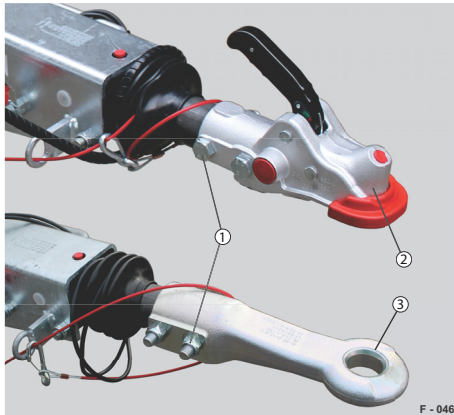

Abb. 45 Varianten
- Kupplung kann kundenseitig ausgetauscht werden: Zugkugelpkupplung / Zugöse (siehe Abb. 45)